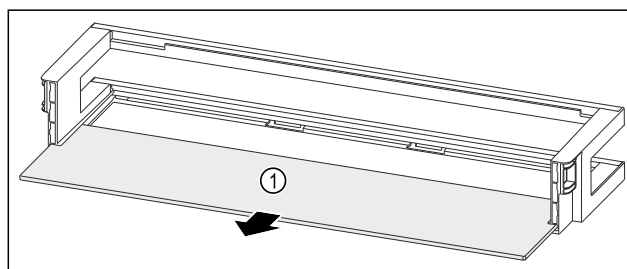

Fig. 214 Türabsteller mit Abstellfläche
- Abstellfläche Fig. 214 (1) entnehmen.